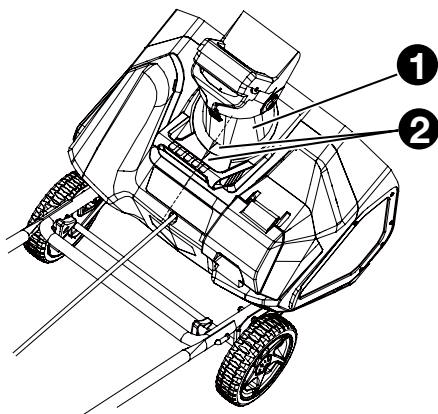

Fig. 4.1
- Orientez la goulotte de projection (1) vers l'avant.
REMARQUE : Alignez la flèche (2) sur la goulotte avec la flèche sur le caisson. (Fig. 4.1)